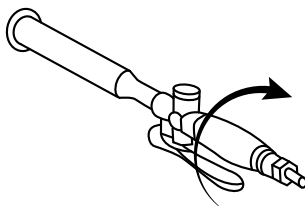

Рис. 3
2. Прикрутить рукоятку к воздушному патрубку поз. 7 и установить впускной клапан поз. 6 (рис. 3).